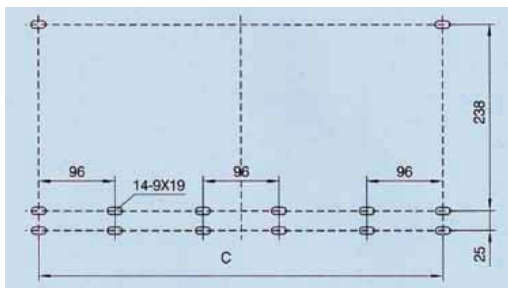

Рис. 5.2 Монтажные размеры заземлителя
5.2 Монтажные размеры заземлителя (см. рис. 5.2, 5.3, 5.4)